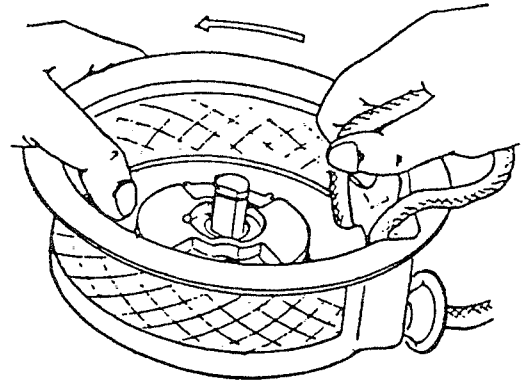

Fig 12-6
- (3) スタータケースにリールを挿入する前に Fig 12-6 の矢印の方向にスタータロープに巻き、2.5 巻目をリールの切欠き部から出し、リールのフック部をゼンマイの内端に合わせスタータケース内に確実に組込んで下さい。
次に Fig 12-6 のようにスタータロープを持って矢印の方向にリールを 4 回巻いて下さい。巻き終わったら逆転しないようにしっかりとリールを押え始動ノブを引き、巻込みに利用したスタータロープをスタータケースの外に引き出し、ゆっくり始動ノブを戻して下さい。